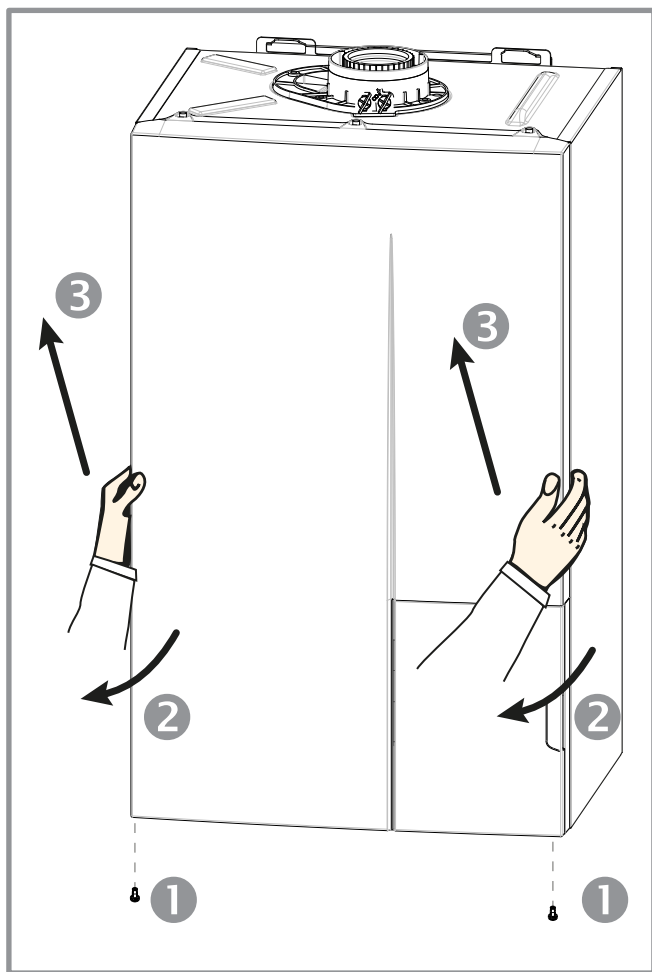

figure 29 - Dépose de la façade
- Déposer la façade (figure 29, page 39).